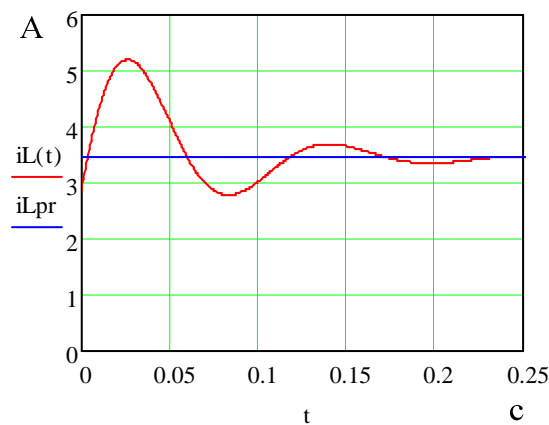

Рисунок 6. График тока через индуктивность $i_L(t)$
5) Записываем окончательное решение и строим график $i_L(t), U_C(t)$ (см. рис. 6, 7):